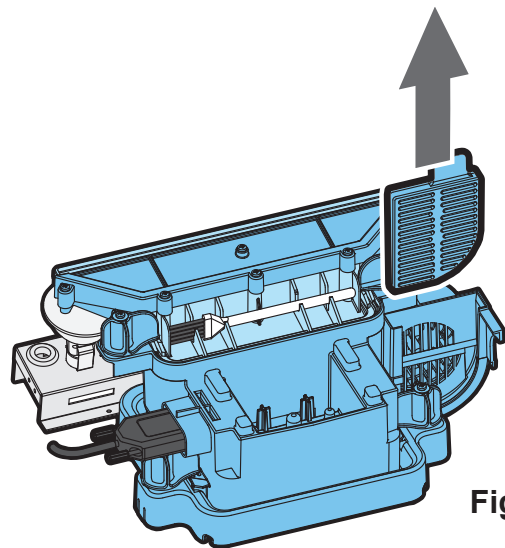

Fig. 17
4. Forsiktig gli luftfilterets plastholder oppover. (Se fig. 17)